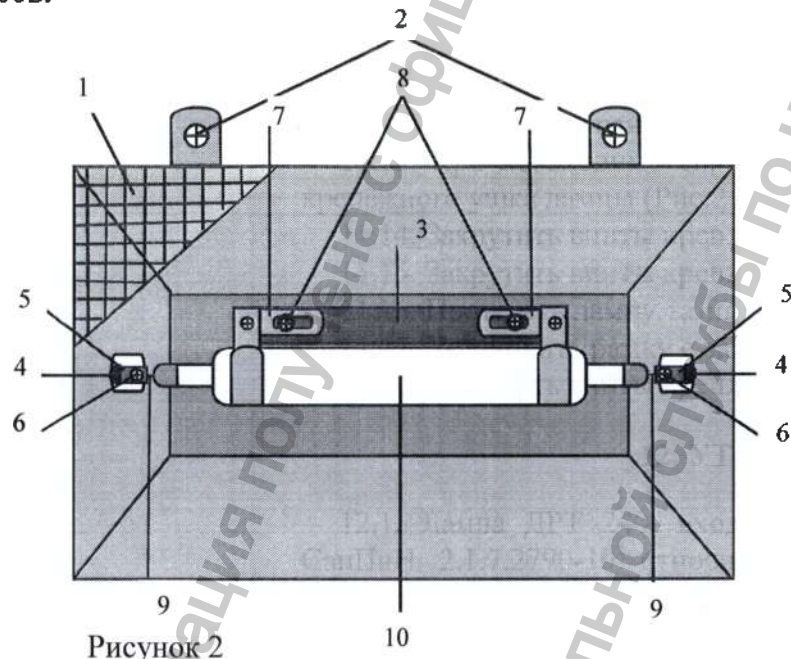

Рисунок 2
Для протирки лампы и внутренней поверхности рефлектора необходимо снять рамку с защитной сеткой (Рис.2 поз.1). Для этого проведите действия по п.п.11.1-11.3. После протирки установите рамку с защитной сеткой на место и закрутите винты крепления (Рис.2 поз.2)
| УФ-лампа не зажигается или периодически вспыхивает, при этом индикатор наличия напряжения на переключателе «Сеть» светится. | 1. Ослабли контакты лампы.2. Неисправна лампа.    | 1. Подтянуть винты зажима контактов лампы (Рис.2 поз.6).2. Заменить лампу. |
11.2. Открутить винты крепления (Рис.2 поз.2).
11.3. Снять рамку с защитной сеткой (Рис.2 поз.1).
11.4 Открутить винты крепления лампы (Рис.2 поз.8).
11.5. Снять кронштейн лампы (Рис.2 поз.3).
11.6. Держа рукой за один из наконечников (Рис.2 поз.5), сдвинуть лампу (Рис.2 поз.10) в ту или иную сторону и вывести из сцепления с пружинным контактом (Рис.2 поз.4).
11.7. Вынуть лампу (Рис.2 поз.10).
11.8. Ослабив винты крепления (Рис.2 поз.6), снять наконечники с лампы (Рис.2 поз.5).
11.10. Одеть наконечники (Рис.2 поз.5) на контакты лампы (Рис.2 поз.9) не затягивая винты (Рис.2 поз.6).
11.11. Установить один из наконечников на выступающую часть пружинного контакта (Рис.2 поз.4).
11.13. При необходимости, повернуть лампу, совместив отверстия крепёжного ушка лампы (Рис.2 поз.7) и кронштейна (Рис.2 поз.3).
11.14. Закрутить винты крепления (Рис.2 поз.8).
11.15. Закрутить винты крепления (Рис.2 поз.6).
11.17. Установить рамку с защитной сеткой (Рис.2 поз.1).
11.18. Завернуть винты крепления (Рис.2 поз.2).